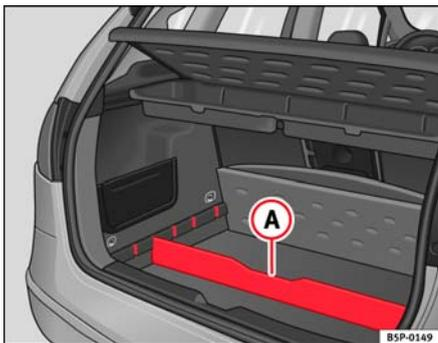

Fig. 105 Separador del piso maletero
- Coloque el separador **A** ⇒ fig. 105, en las ranuras laterales según sea el tamaño de los objetos a transportar. Debajo del portaobjetos se encuentran las herramientas de a bordo y la rueda de repuesto.